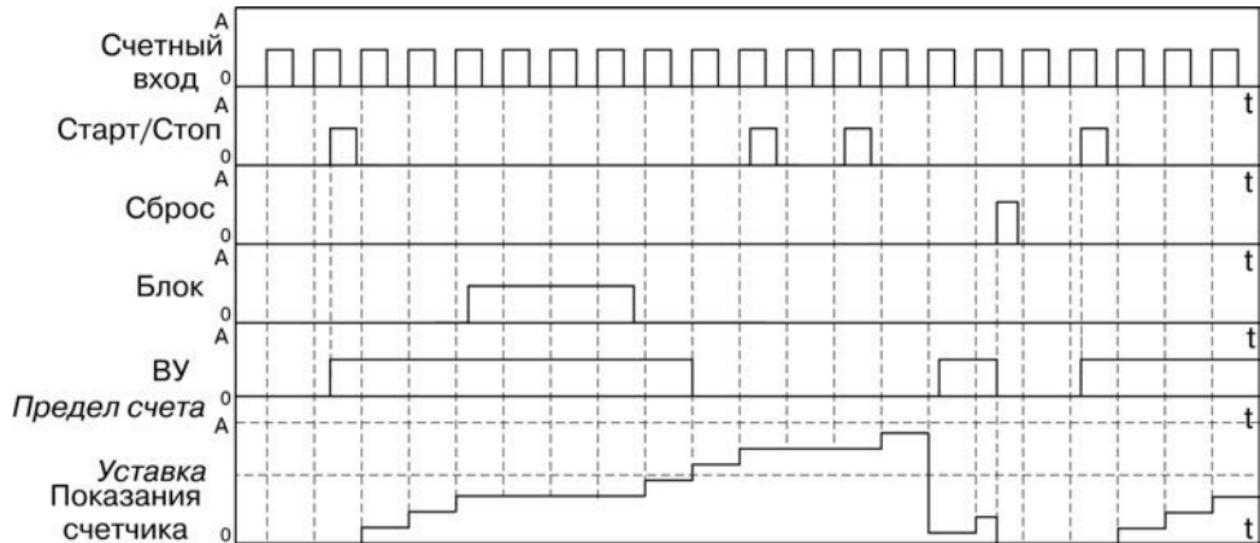

Рисунок 3.12
- тип работы по сигналу «Сброс» – «Сбросить счетчик и ждать сигнала «Старт» ($rSt=Stop$) (рисунок 3.12).